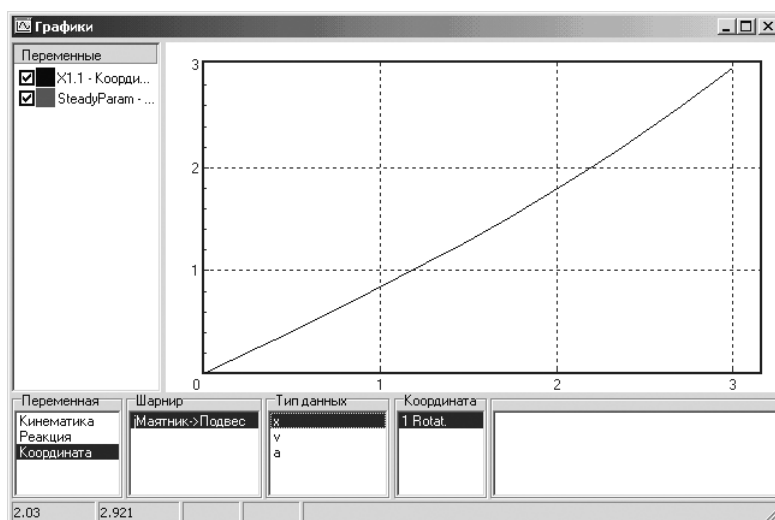

Рис. 1.60. Отдельное графическое окно с результатами линейного анализа со значением коэффициента жесткости **ctstiff**, равным 0,2
- щелкните в окне **Список окон** по пункту **Графики**. Появится ранее открытое отдельное графическое окно с результатами моделирования, см. рис. 1.60.